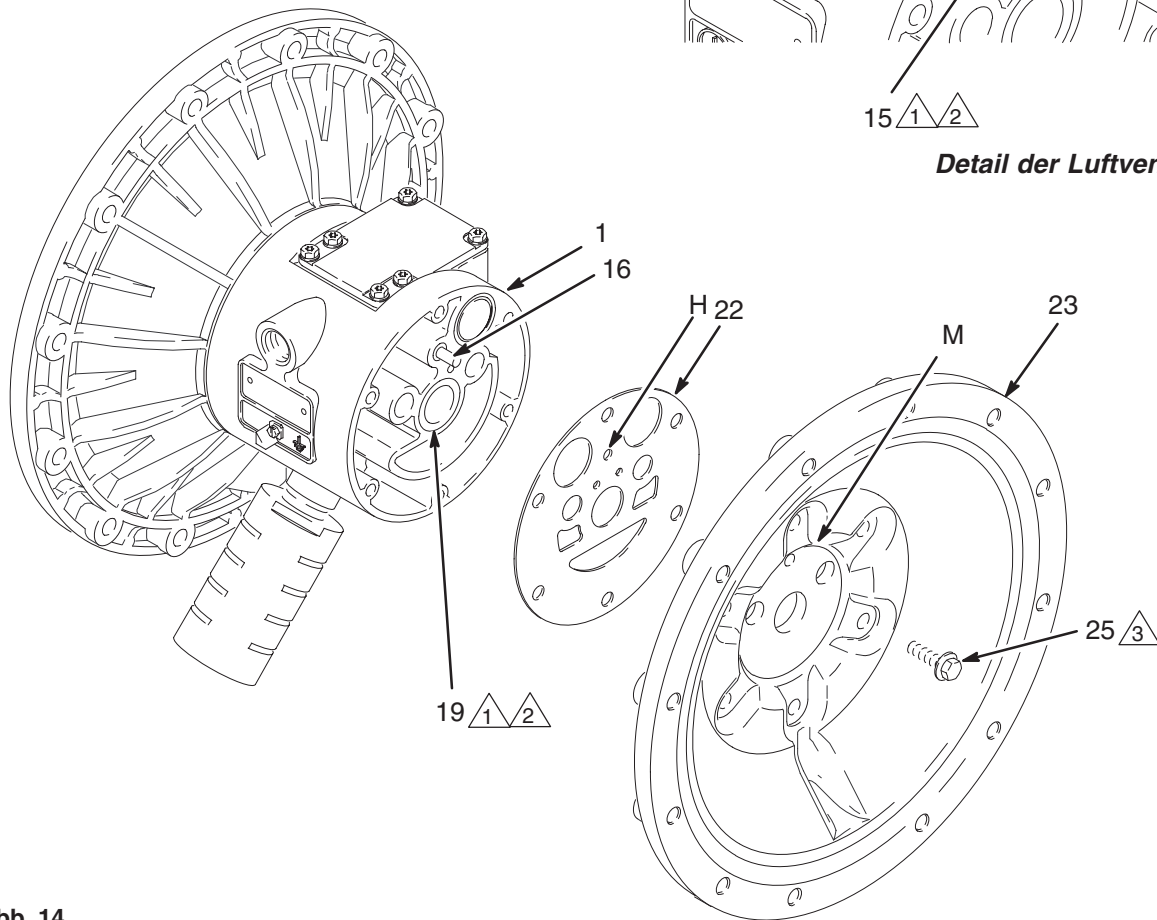

Abb. 14
5. Mit einem 10 mm-Steckschlüssel die Schrauben (25) lösen, mit denen die Luftdeckel (23) am zentralen Gehäuse (1) befestigt sind. Siehe Abb. 14.
6. Die Dichtungen an dem Luftdeckel (22) entfernen. Die Dichtungen stets durch neue ersetzen.
1. Die Wellenpackungen (402*), sofern ausgebaut, so einbauen, daß die Lippen nach **außen** aus dem Gehäuse zeigen (1).
2. Die Lager (19, 12 und 15) sind konisch und lassen sich nur in eine Richtung einbauen. Die Lager **mit dem spitzen Ende voran** ins zentrale Gehäuse (1) schieben. Mit einer Presse oder einem Holzhammer und Klotz das Lager bündig zur Oberfläche des zentralen Gehäuses einpressen.
4. Die neue Dichtung der Luftdeckel (22) so ausrichten, daß der aus dem zentralen Gehäuse (1) hervorstehende Führungsstift (16) durch die richtige Öffnung (H) in der Dichtung paßt.
5. Die Luftdeckel (23) so ausrichten, daß der Führungsstift (16) in die mittlere (M) der drei kleinen Öffnungen in der Nähe des Abdeckungszentrums paßt. Die Schrauben (25) fingerfest eindrehen. Siehe Abb. 14. Mit einem 10 mm-Steckschlüssel die Schrauben entgegengesetzt und gleichmäßig mit einem Drehmoment von 14,7–16,9 N.m. anziehen.